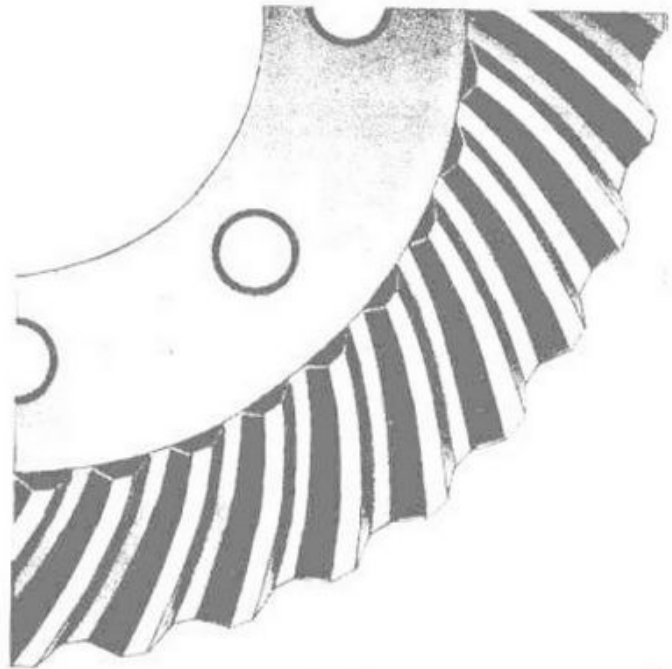

Fig. 104
- 1 - Eccessivo contatto sul fianco in basso del dente (vedere fig. 104) significa che il pignone è troppo piantato nella corona; allentare il pignone della corona diminuendo gli spessori di registro.